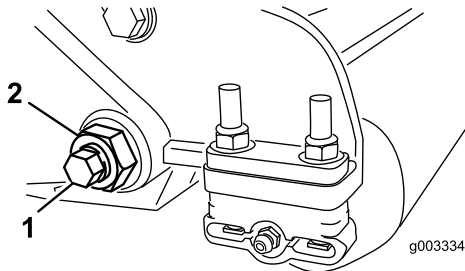
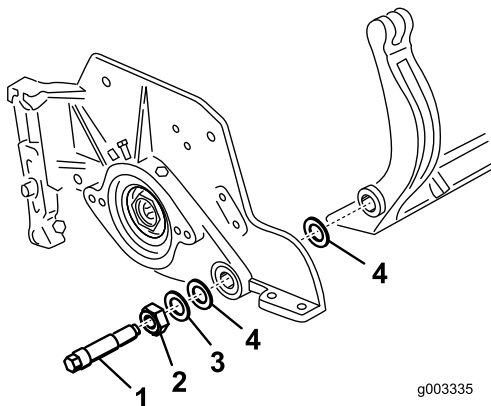

图29
图30
- 在机器的另一侧，松开固定底刀架螺栓（图29）的锁紧螺母。
- 拆下两个底刀架螺栓，向下拉动底刀架并从机器螺栓（图29）上拆下来。取下底刀架（图30）各端的 2 个尼龙和 1 个印花钢垫圈。
- 用底刀架螺栓（螺栓上带有螺母）和 6 个垫圈将底刀架固定在两个侧板上。将尼龙垫圈放在侧板凸起的一侧。将钢垫圈放在尼龙垫圈的外侧（图30）。上紧底刀架螺栓扭矩至 27~36Nm。
螺母，直至外部钢垫圈停止旋转且不再轴向串动，但不要拧得过紧或导致侧板变形。内侧的垫圈可能有空隙(图30)。